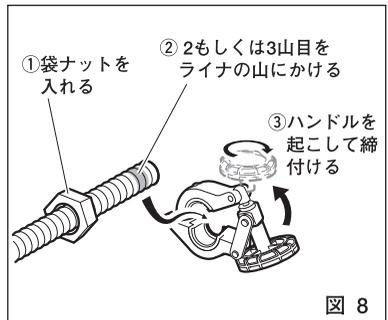

図 8
(3) クランプのセット (図8,9)
- ①管の端面から2もしくは3山目の谷部をライナの山にかけます。
- ②クランプのハンドルを起し、時計方向に回して締付けてください。
- ③セットしたクランプを横から見て、管の端面がクランプから出ていないか確認します。